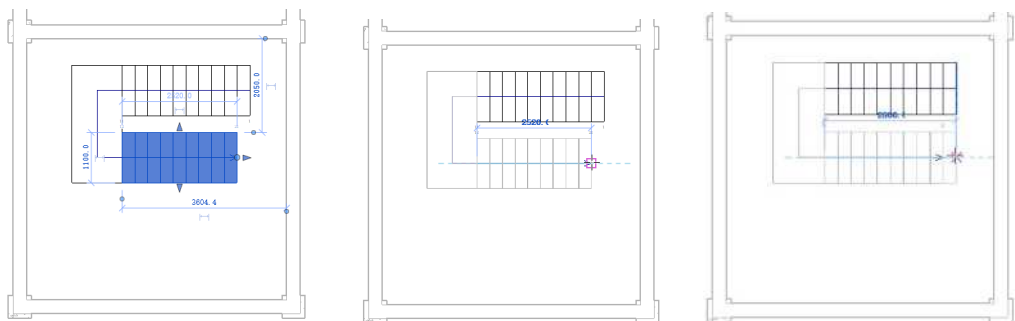

图 12-10 增加台阶
(13) 选择第二个梯段，拖曳梯段增加一个台阶，如图 12-10 所示。